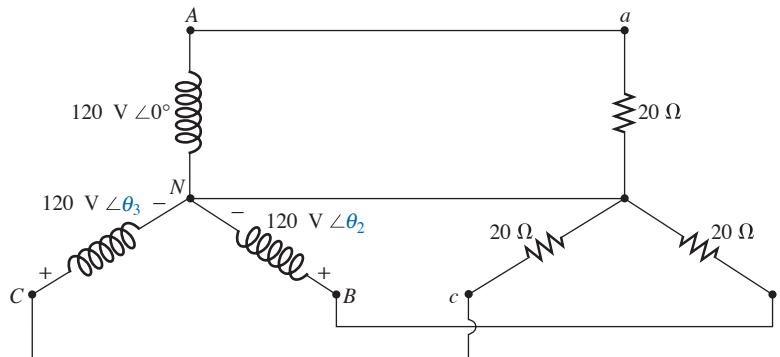

Figura 23.38 Problemas 4, 5, 6 e 31.
4. A sequência de fase do sistema Y-Y visto na Figura 23.38 é ABC.